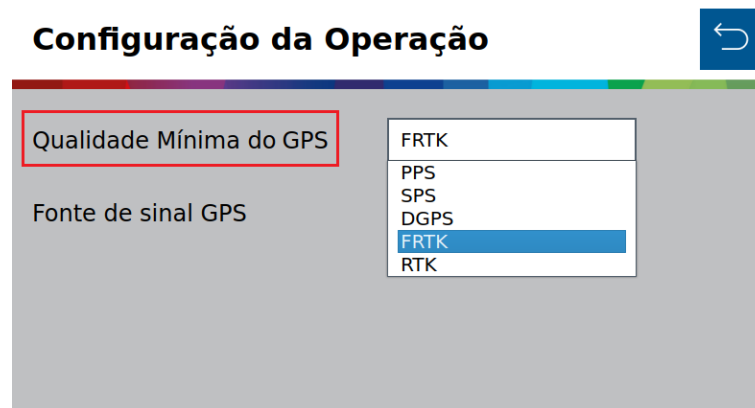

Figura 47 - Qualidade mínima do GPS
Em Qualidade Mínima do GPS, o operador seleciona qual a qualidade mínima de operação do GPS, e essa opção tem uma correlação direta em habilitar o corte linha a linha, item 9.1 (Se atingir o sinal mínimo de GPS configurado) ou não habilitar o corte linha a linha (Se não atingir o sinal mínimo de GPS), Figura 47.